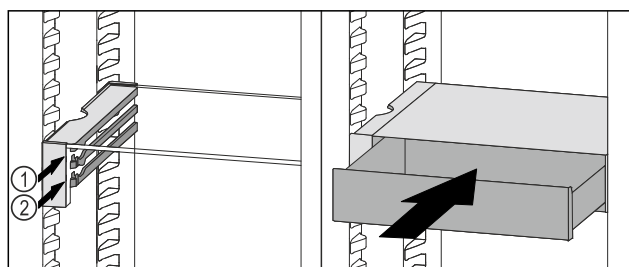

Fig. 134
- Stavite ladicu VarioSafe ukoso iza zaustavljača na željeni žlijeb Fig. 134 (1) ili Fig. 134 (2).